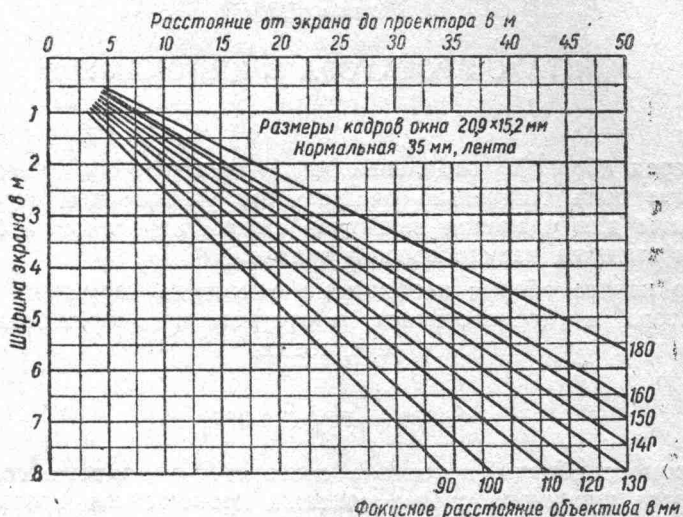

Рис. 45. Диаграмма для определения фокусного расстояния кинопроекционного объектива при демонстрации звукового фильма
Диаграмма на рис. 45 позволяет без вычислений определить фокусное расстояние объектива при известном расстоянии от центра объектива до экрана и желаемой величине изображения на экране.
10) надевают на вал треугольную шайбу и посредством специального ключа, прилагаемого к аппарату (см. рис. 45), наворачивают гайку;